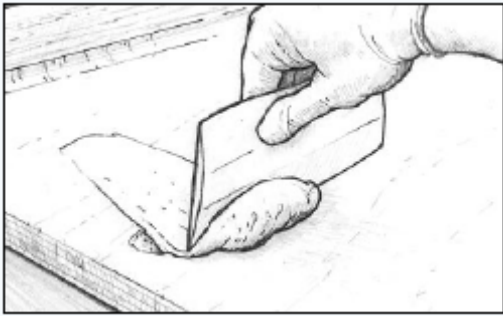

Рис. 22. Нанесите выравнивающий состав, чтобы заполнить все выемки и разгладьте его.
4. Нанесите загущённую эпоксидную смолу на пропитанную поверхность с помощью пластикового шпателя, заполняя все выемки и неровности. Разровняйте материал так, как нужно, оставляя объём смеси немного выше уровня поверхности (*Рисунок 22*). Удалите излишки смолы до того, как она застынет. Если глубина неровностей более 12 мм, наносите смесь в несколько этапов, дожидаясь, пока каждый слой частично застынет. Используйте отвердитель 206 Slow Hardener или 209 Extra Slow Hardener, в зависимости от температуры окружающей среды.